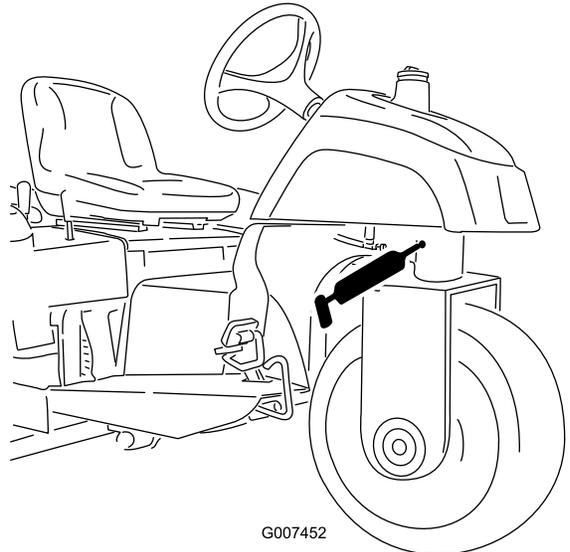

图27
- 转向枢轴 (图27)
注意： 转向枢轴上的平式接头 (图27) 需要一个黄油枪喷嘴转换器。Toro 订购零件号为 107-1998，可从 Toro 授权经销商处购买。